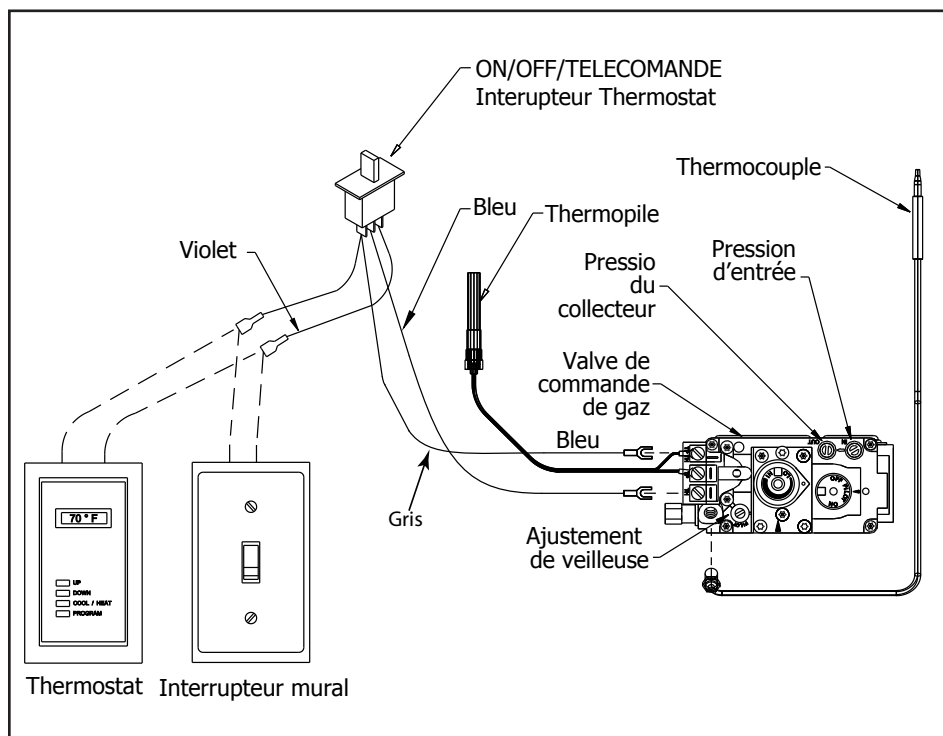

Figure 43: Branchement des accessoires
Le C34 vient du fabricant équipé d'un interrupteur marche-arrêt monté sur le panneau de contrôle. Si vous désirez installer un interrupteur affixé au mur ou un thermostat, utilisez le diagramme pour vous aider à brancher l'accessoire à l'appareil. Déconnectez la connexion derrière l'interrupteur dans le panneau de contrôle pour accéder aux (2) terminaux, illustré dans la figure 43.